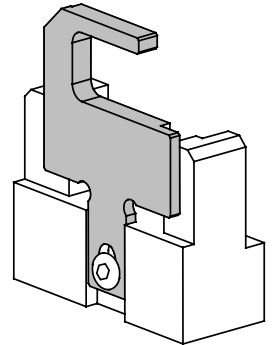

FIG. 1 POSICIÓN EXTRACTOR
- 3.1.7) Controlar la posición del extractor (09): en caso de trabajo sobre los conectores del tipo ANE 7-M.... y ANE 9 M....deberá llevarse, después de haber aflojado el tornillo de sujeción correspondiente, a la posición de "todo levantado" (véase Fig. 1). Para todos los otros tipos de conector, el extractor deberá estar en posición "todo bajado".**